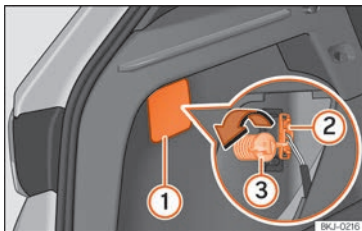
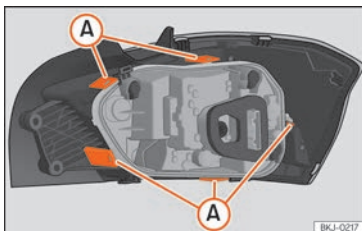

Fig. 108 Maletero: acceso al tornillo de fijación de la unidad de luz trasera.
Fig. 109 Lengüetas de fijación en la parte posterior de la unidad de luz trasera.
3. Retire la tapa haciendo palanca con el lado plano de un destornillador en el rebaje »» fig. 108 ①.
4. Extraiga el conector de la lámpara ②.
5. Desenrosque con la mano o con ayuda de un destornillador el tornillo de fijación del piloto ③.
7. Desmonte el portalámparas desbloqueando las lengüetas de fijación »» fig. 109 A.